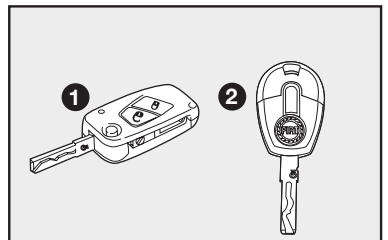

fig. 1
- Dos llaves **1-fig. 1** o **2-fig. 1**.
La llave **1** o **2-fig. 1** es usada para:
- Apertura y cierre de las puertas por medio del mando a distancia (**Llave 1-fig. 1**)